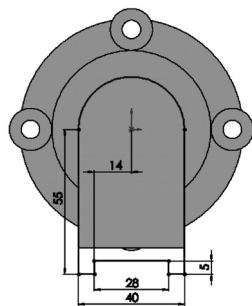

图 7-93 绘制凸台草图 3
2) 绘制凸台草图 3。单击“草图”控制面板中的 L (直线) 按钮和 $\odot$ (圆) 按钮, 或选择菜单栏中的“工具”→“草图绘制实体”→“直线”和“圆”命令, 绘制凸台草图 3。单击“草图”控制面板中的 L (智能尺寸) 按钮, 或选择菜单栏中的“工具”→“标注尺寸”→“智能尺寸”命令, 对草图进行尺寸标注, 效果如图 7-93 所示。